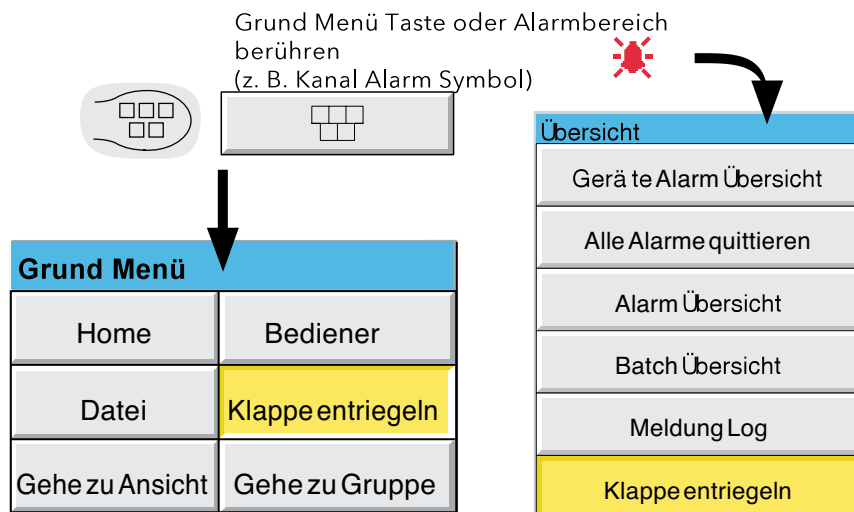

Abbildung 2.4.1a Positionen der Tasten für die Klappenentriegelung
2. Wählen Sie die „Klappe entriegeln“ Taste (Abbildung 2.4.1a).